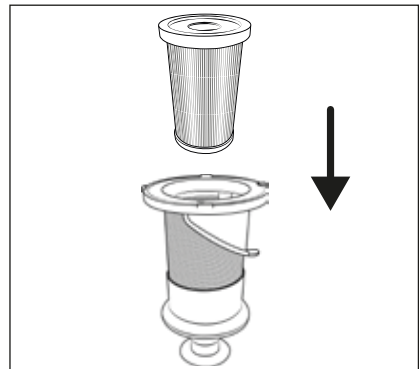

Fig. 22
- 7) Inserte el filtro HEPA **4** en el filtro de acero inoxidable **5** (consulte la fig. 22).